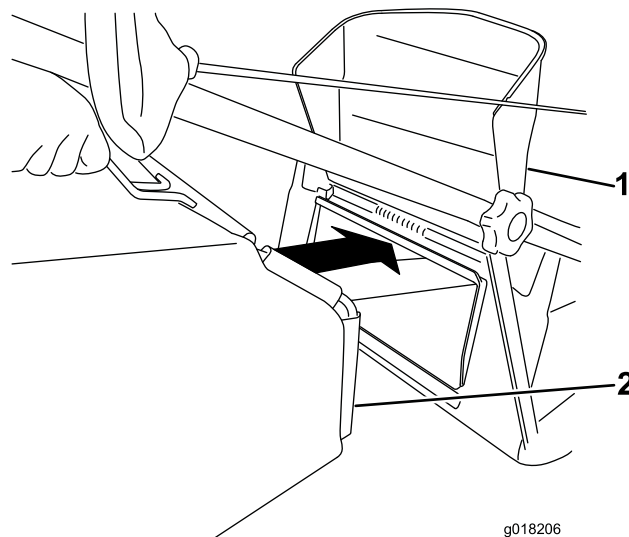

Figura 15
3. Prenda o saco de relva na sua posição (Figura 15).